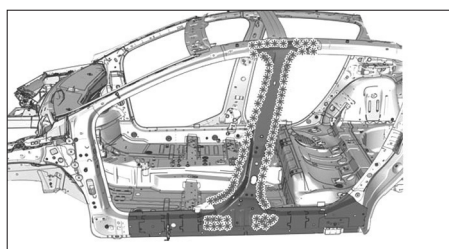

FIG. 67
- Fraiser les points de soudure de la partie extérieure du renfort (Fig.67)